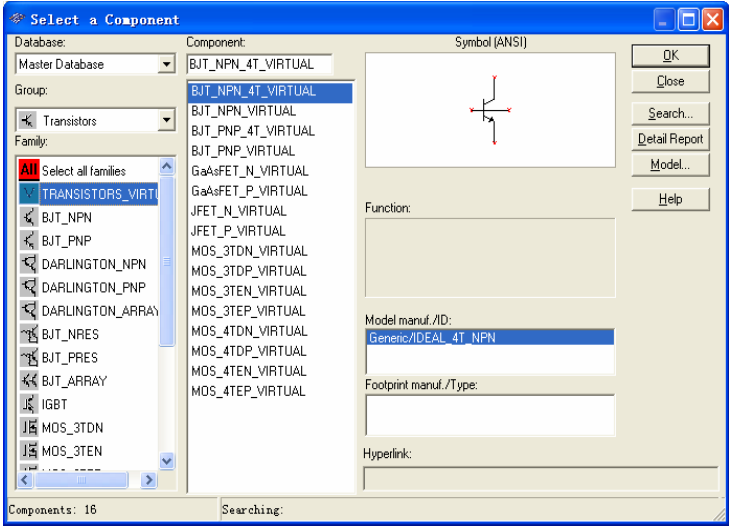

图 3-25 晶体管元器件库
4) 晶体管 (Transistors) 元器件库：共有 30 个元器件箱，如图 3-25 所示。其中，14 个实际元器件箱中的元器件模型对应世界主要厂家生产的众多晶体管元器件，具有较高精度。另外 16 个带绿色背景的虚拟晶体管相当于理想晶体管，其参数具有默认值，也可打开其属性对话框，单击“Edit Model”按钮，在“Edit Model”对话框中对参数进行修改。